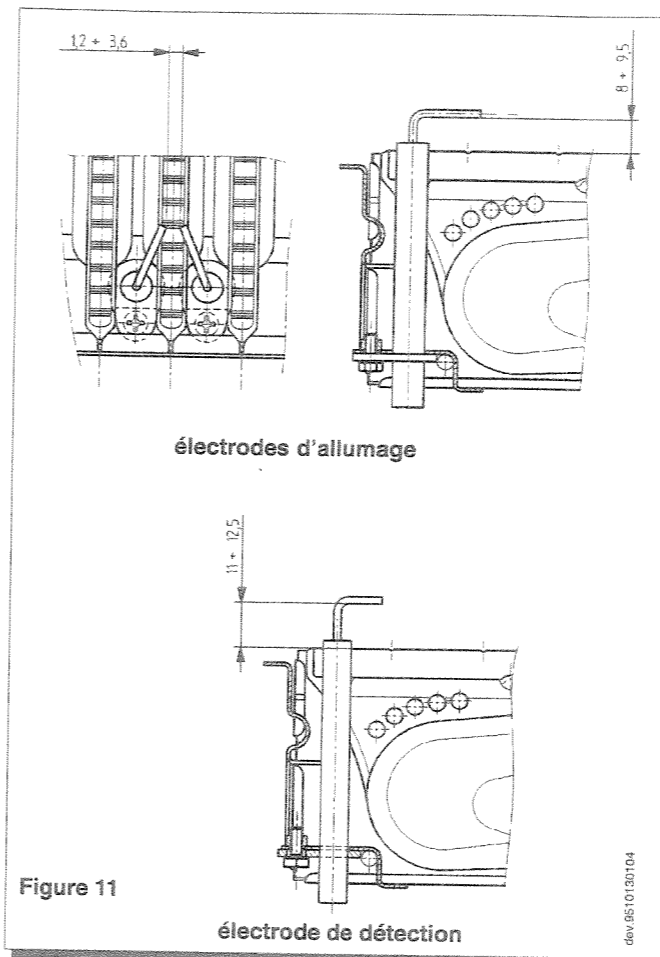

Figure 11
- \* enlever les deux tubes de raccordement (figure 11) entre le groupe sanitaire (19) et le débitstat (21);